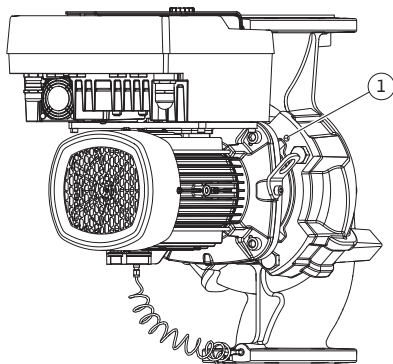
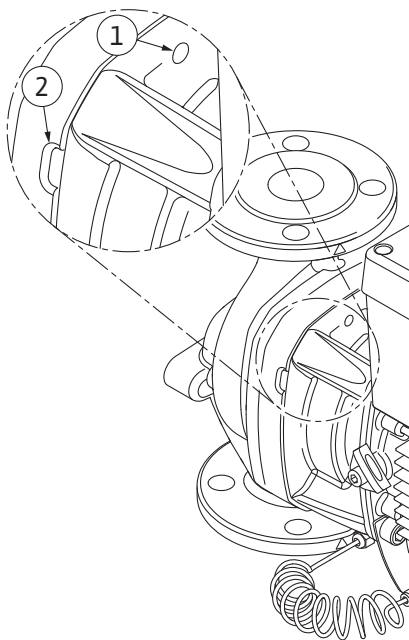

Fig. 108: Istiskivanje utičnoga kompleta putem provrta s navojem
Fig. 109: Provrti s navojem i prorezi za istiskivanje utičnog kompleta s kućišta pumpe
12. Za tip pumpe (Fig. III, IV) otpustite vijke poz. 29. Upotrijebite dva provrta s navojem (Fig. 108, poz. 1) koji se nalaze pored i prikladne lokalno dostavljene vijke (npr. M10 x 25 mm). Istisnite utični komplet s kućišta pumpe. Za tip pumpe (Fig. I i Fig. II) upotrijebite dva provrta s navojem M10 (vidi Fig. 108) i prikladne lokalno dostavljene vijke (npr. M10 x 20 mm). Za istiskivanje mogu se upotrijebiti i prorezi (Fig. 109, poz. 2). U tu svrhu postavite npr. dva odvijača i upotrijebite ih kao ručice. Nakon otprilike 15 mm putanje istiskivanja utični komplet više neće ulaziti u kućište pumpe.